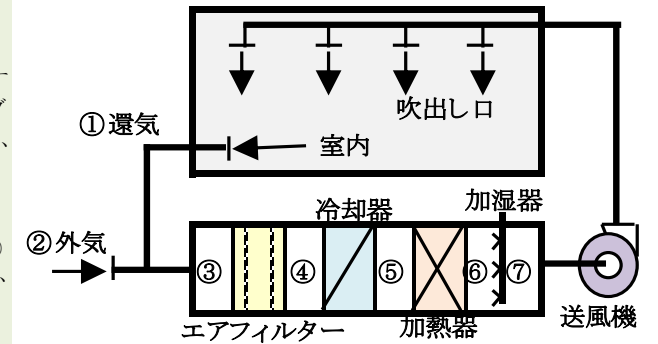
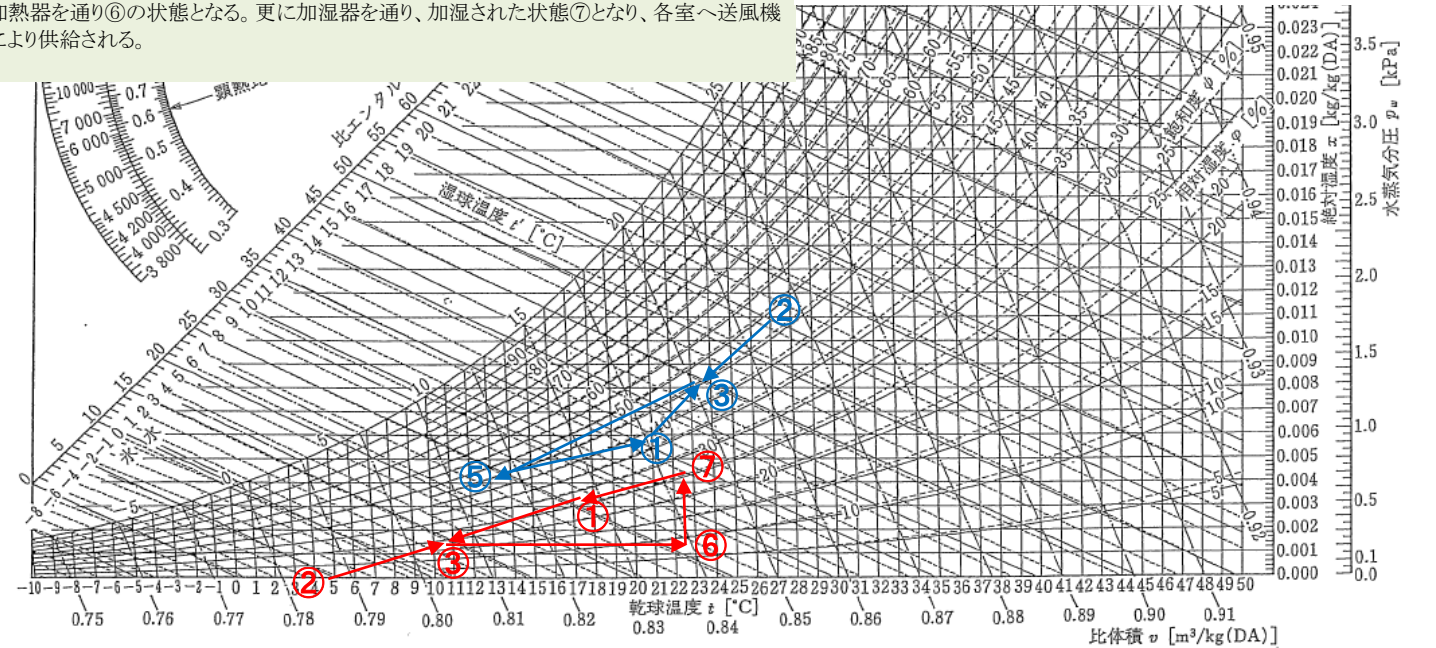

図2 単一ダクト方式のモデル
図3 湿り空気線図(冷房時と暖房時の空気変化)
空気調和設備の**設計**では、計画する空気の状態変化を空気線図上に書いて、それに対する空調の吹出し口の湿湿度、風量などを算定し、空気調和機器の容量を決定する。単一ダクト方式のモデルを**図2**に示す。空気調和機器は、最も一般的な仕様としてエアフィルター、冷却器、加熱器、加湿器となっている。この想定モデルによる冷房と暖房の空気性状の変化を**図3**の湿り空気線図に示す。
空気線図における**冷房時**の空気性状の変化は、**図3**の**青色**の通りである。室内から戻る①還気は、②外気と合流して混合空気状態③となる。その後、エアフィルターを通過してから、冷却器を通り⑤の状態となる。この③から⑤への空気性状の変化は、冷却と除湿の両方が行われている。その後、各室へは、送風機により供給される。
空気線図における**暖房時**の空気性状の変化は、**図3**の**赤色**の通りである。室内から戻る①還気は、②外気と合流して混合空気状態③となる。その後、エアフィルターを通過してから、加熱器を通り⑥の状態となる。更に加湿器を通り、加湿された状態⑦となり、各室へ送風機により供給される。